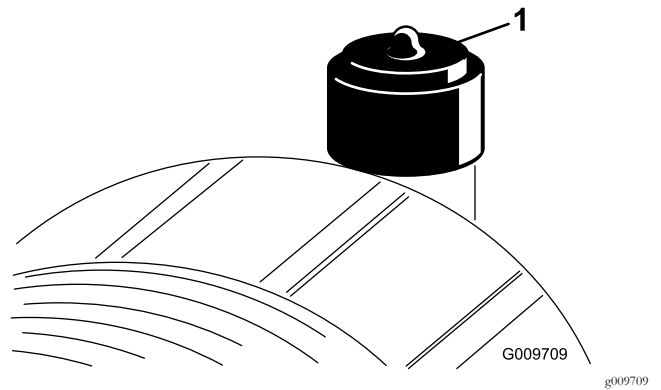

图38
仅在维修指示灯 (图38) 要求时才维修空气滤清器滤芯。如果是在必须更换之前才更换空气滤清器只会增加灰尘在滤清器拆下时进入发动机的几率。
2. 如果指示灯显示为红色请重设 (图38)。